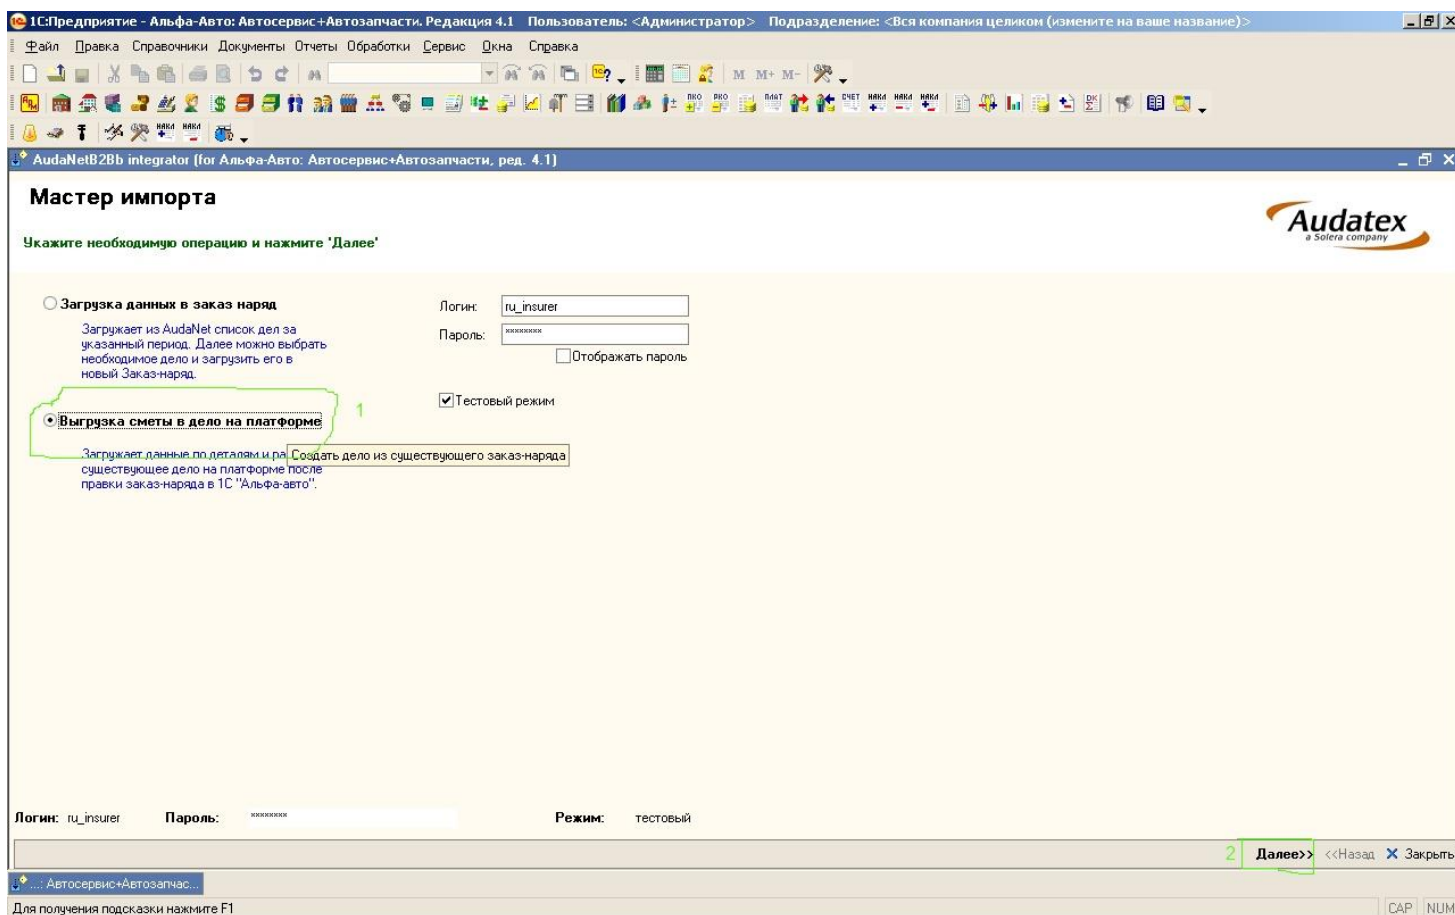

Рис. 8. Выгрузка сметы в дело на платформе.
Для вызова данной процедуры необходимо установить переключатель выбора процедур на первой странице продукта (см. рис. 8.) в нижнее положение (1), после чего нажать «Далее» (2).